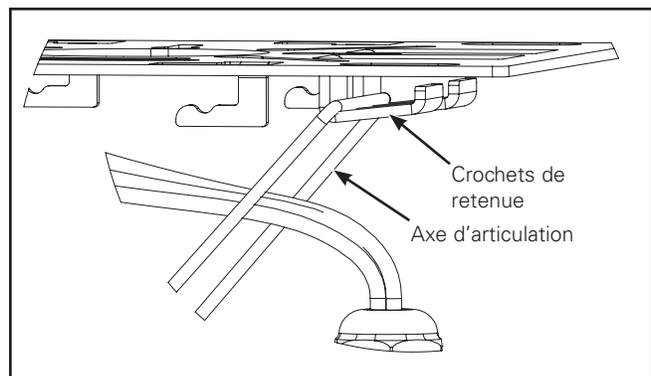

Figure 4.
5. Suspendez le luminaire à la plaque de montage rapide en utilisant l'axe d'articulation. (Figure 4).